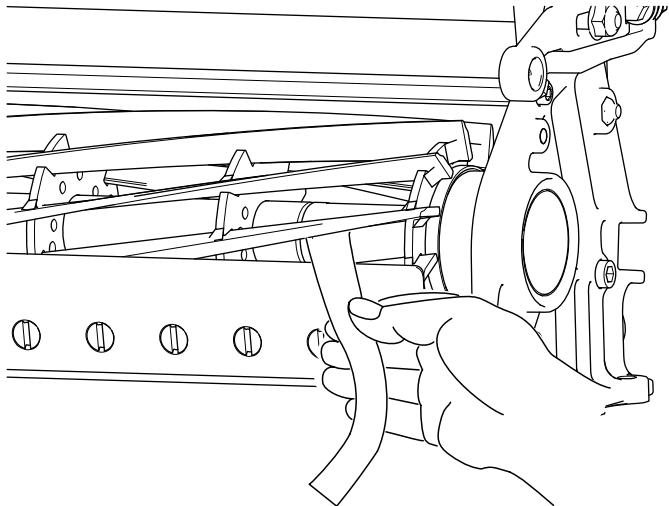

Рисунок 10
- B. Вставьте длинную полоску специальной бумаги Toro (№ 125-5610 по каталогу Toro) между барабаном и неподвижным ножом перпендикулярно неподвижному ножу, (Рисунок 10), затем **медленно** вращайте барабан вперед; при этом бумага будет разрезаться; в противном случае повторяйте пункты
11. Вставьте длинную полоску специальной бумаги Toro (№ 125-5610 по каталогу Toro) между барабаном и неподвижным ножом перпендикулярно неподвижному ножу (Рисунок 10), затем **медленно** вращайте барабан вперед; при этом бумага будет разрезаться; в противном случае поверните регулировочный винт неподвижного ножа по часовой стрелке на один щелчок и повторяйте действия, описанные в этом пункте, до тех пор, пока бумага не начнет разрезаться.